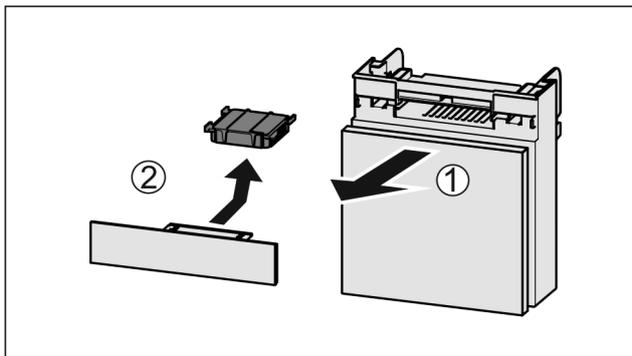

Fig. 120
- ▶ Estrarre il vano tirando in avanti Fig. 120 (1).
- ▶ Rimuovere il filtro a carboni attivi Fig. 120 (2).